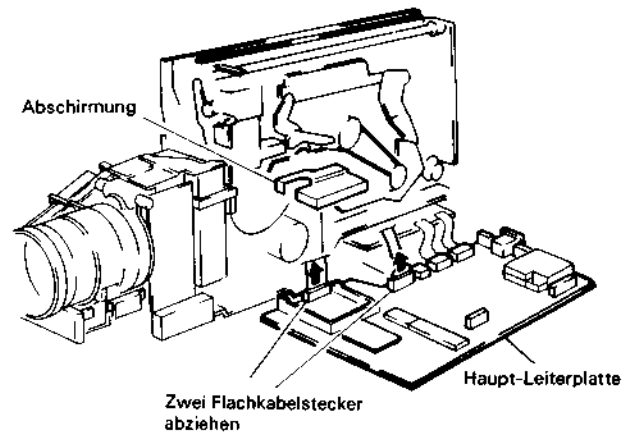

Abb. 2.70 Ausbau der unteren Kopftrommel (Kopftrommelmotor)
Ausbau der unteren Kopftrommel (Kopftrommelmotor) (Abb. 2.70, 2.71)
2. Die zwei (2) Flachkabelstecker (CN613, CN214) abziehen (siehe Abb. 2.70).